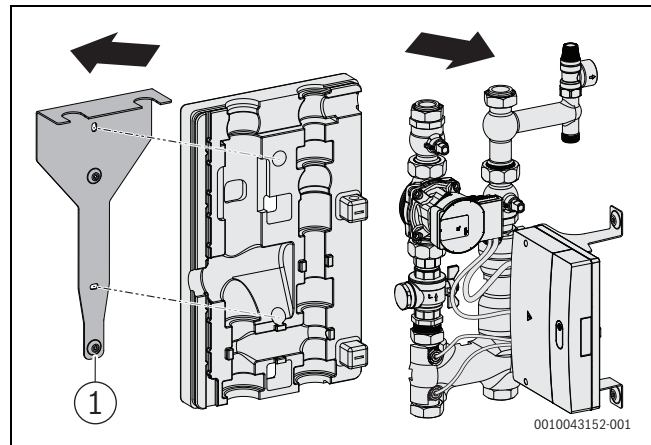

Bild 9 Wandhalterung entnehmen
- Inneneinheit mit Wandhalterung mit den mitgelieferten Dübeln und Schrauben (gegebenenfalls für die Wand geeignete Befestigungselemente benutzen) durch die Öffnungen im hinteren Wärmeschutz und in der Wandhalterung an der Wand verschrauben (→ Bild 9 und 10).
- Rohrgruppe aus hinterem Wärmeschutz und Wandhalterung entnehmen (→ Bild 9)